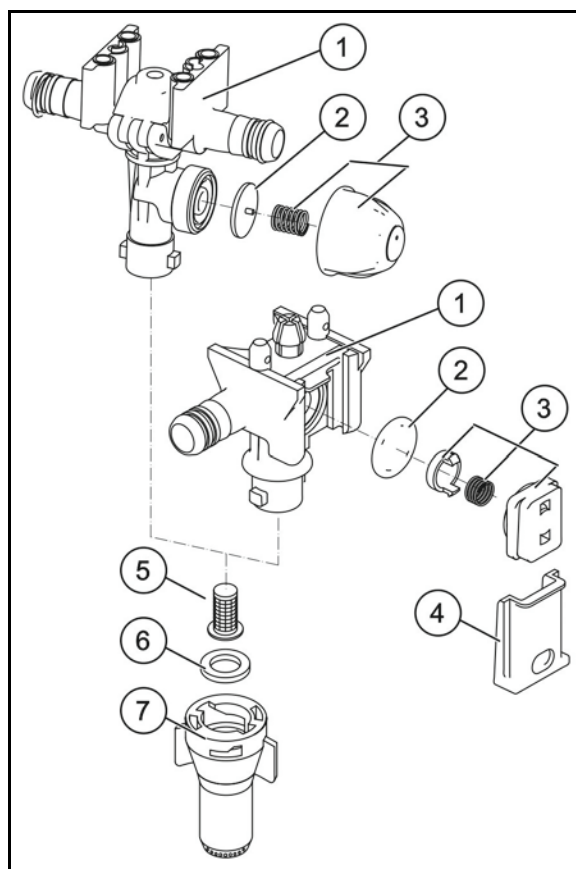

Fig. 175
- Curățați filtrul în conductă (Fig. 175/1) în funcție de condițiile aplicației de lucru la fiecare 3 – 4 luni.